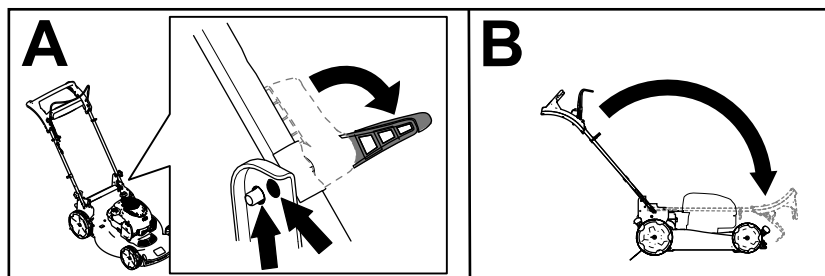

Bild 19
2. Lösen Sie die Holmarretrierungen, bis Sie den oberen Holm ungehindert bewegen können (A in Bild 19)
3. Klappen Sie den Holm nach vorne in die ganz nach vorne geklappte Stellung (B in Bild 19).